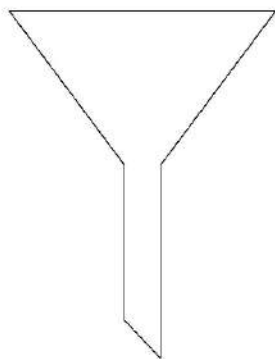

Рис. 3. Воронка лабораторная (стеклянная, пластиковая)
1. **Воронка лабораторная** (стеклянная, пластиковая) (рис. 3) используется для переливания и фильтрования различных жидкостей, а также используется для пересыпания порошков.